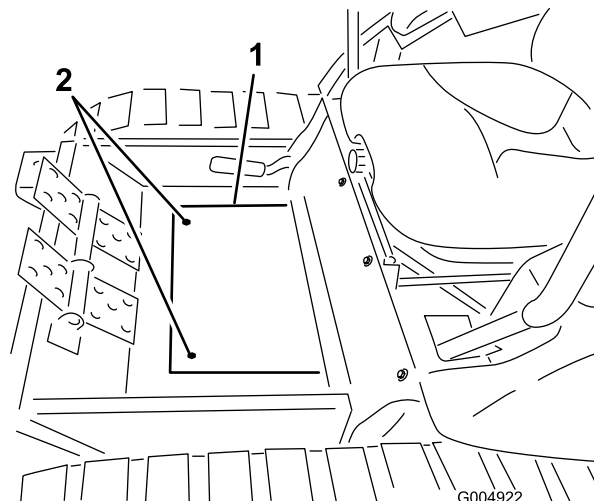

図 72
3. フロアプレートのカバーを止めているボルト2本を取ってカバーを外す 図 72。